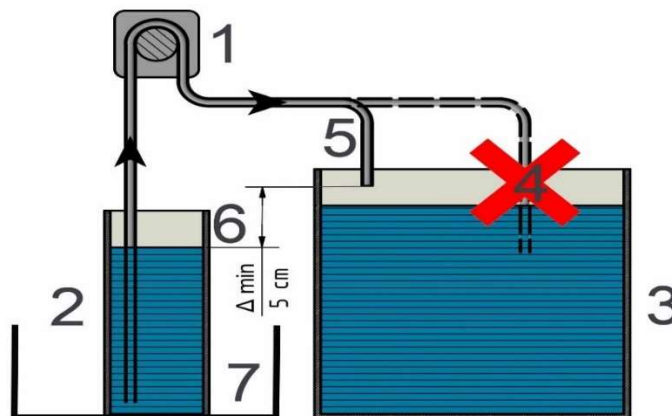

Abb. 1: Sicherheitshinweise:
Die Dosierpumpen (1) sind selbstansaugend und müssen wie in Abb. 1 installiert werden. Nur so verhindert man ein Leerlaufen des Vorratsbehälters (2). Es empfiehlt sich, die Schläuche möglichst kurz zu halten (max. 2 m Wassersäule = 0,2 bar), der Schlauch auf der Saugseite muss aber bis zum Boden des Vorratsbehälters reichen (2). Um einen Rückfluss zu vermeiden, darf der Dosierschlauch nicht im Aquarienwasser hängen (4). Der Wasserstand im Vorratsbehälter (6) muss immer unterhalb des Dosierschlauchendes (5) sein. Der Wasserstand im Filter/Aquarium (3) spielt bei Beachtung dieser Hinweise keine Rolle.